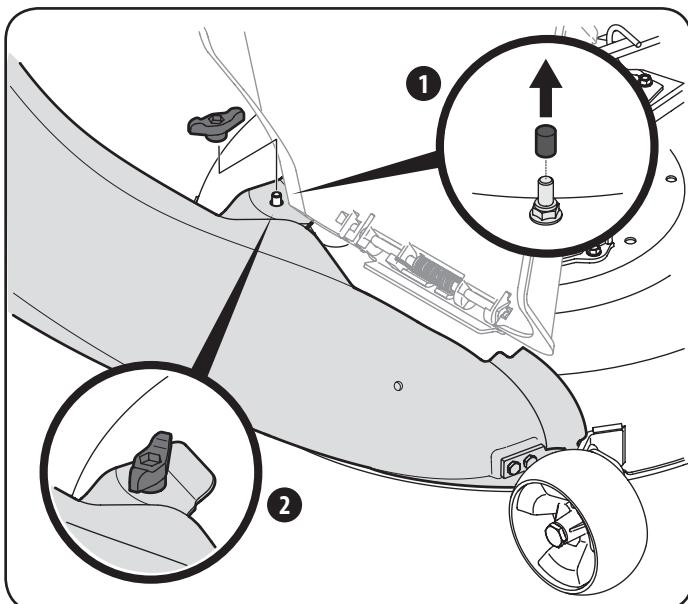

Figure 21
3. Fixez le coude de la goulotte au plateau de coupe à l'aide du bouton à ailettes (720-04122) fourni avec la trousse de quincaillerie 689-00312. Consultez la Figure 21.
Remarque : Le cas échéant, retirez le capuchon protecteur de la tige de fixation du plateau de coupe, comme indiqué dans l'encart supérieur de la Figure 21.